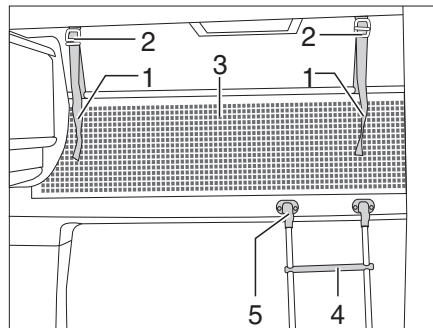

Fig. 97 Lit de capucine
Echelle de montée Toujours monter sur le lit de capucine avec l'échelle de montée (Fig. 97,4) de série.
Accrocher : ■ Accrocher l'échelle par les longerons sur le bandeau du lit de capucine (Fig. 97,5) installé au bord du lit.
Filet de sécurité Le filet de sécurité (Fig. 97,3) de série est rangé entre le matelas et le sommier à lattes. Ne tendre le filet de sécurité qu'une fois que les personnes se trouvent dans la capucine.
Tendre : ■ Faire s'enclencher les sangles de retenue (Fig. 97,1) dans les œillets du plafond (Fig. 97,2).
- Faire s'enclencher les sangles de retenue (Fig. 97,1) dans les œillets du plafond (Fig. 97,2).